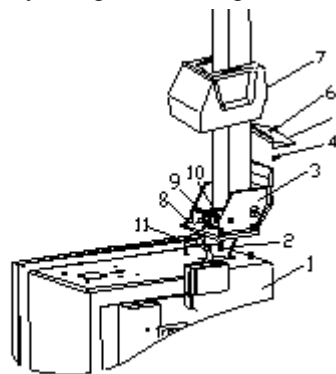

Рис.3
- 2) Установите колонну (3, рис. 3) в квадратное отверстие корпуса (1, рис. 3) станка с 4 болтами, пропустите воздушный шланг (2, рис. 3) через отверстие в колонне. Затяните 4 контргайки (8, стр. 3).
- 3) Вставьте винт (9, рис. 3) в отверстия колонны и соедините его со штоком цилиндра поворота колонны (11, рис. 3), затяните соединение контргайкой (10, рис. 3).
- 4) Открутите два винта крепления левого кожуха и снимите кожух, подключите шланг подачи воздуха (2, рис. 3) к 5-ходовому клапанному блоку. Зафиксируйте кожух.
- 5) Установите пластиковый кожух (7, рис. 3) и закрепите его двумя болтами (4, рис. 3).
- 6) Установите задний пластиковый кожух (5, рис. 3) на колонну и закрепите его винтом (6, рис. 3).